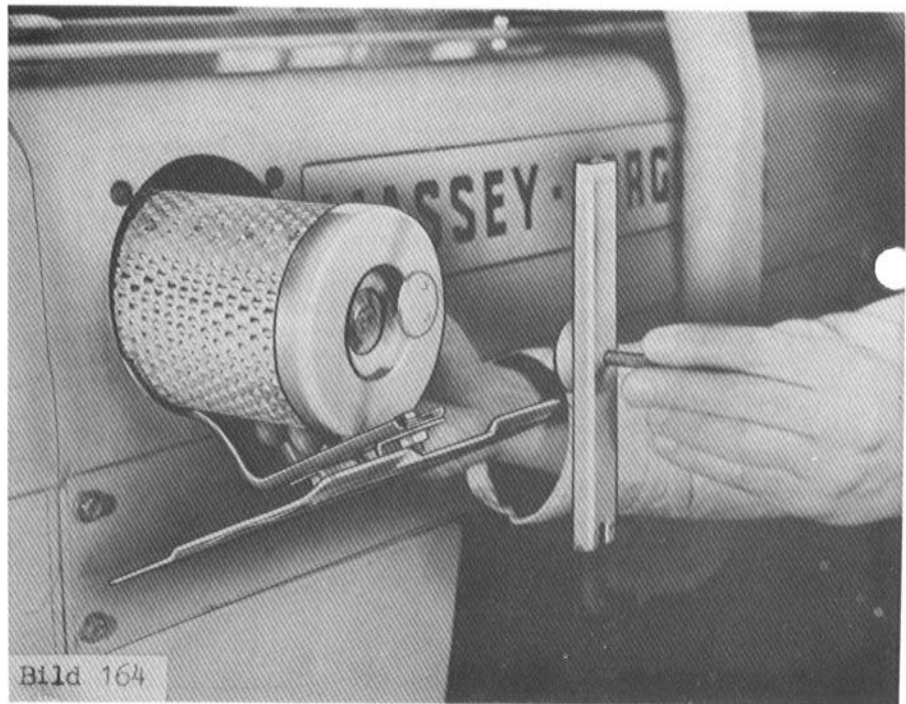

Bild 164
- a) Seitliche Klappe an der Motorabdeckung (Bild 164) öffnen.